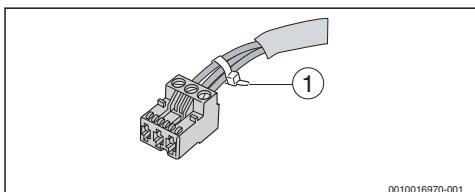

Fig. 47 Fixer les fils
(→ fig. 47).
- ▶ Fixer les fils de chaque câble par réciprocité. Ceci peut se faire par une isolation de la douille ou par l'attache de câbles à proximité des bornes de raccordement (→ fig. 47, page 52).